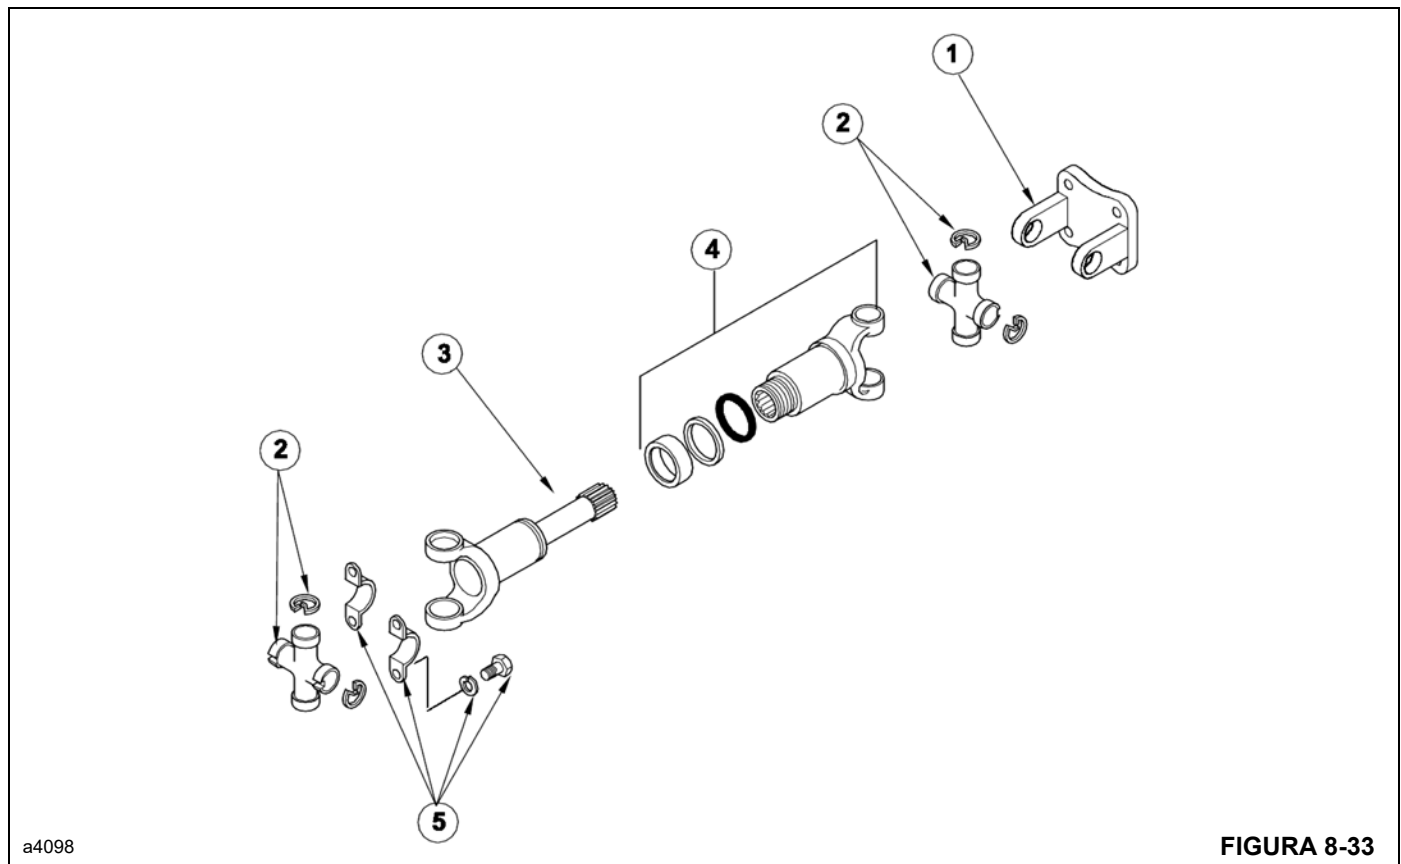

FIGURA 8-33
Las tiras retenedoras **5** (Figura 8-32 y Figura 8-33) se estiran con el uso, por lo tanto se deben reemplazar con tiras nuevas.
1. Quite los pernos, las arandelas de seguridad y las tiras de montaje **5** (Figura 8-33) de la transmisión.
1. Ponga la horquilla de brida **1** (Figura 8-32 y Figura 8-33) en un tornillo de banco. Usando alicates, retire los dos anillos elásticos de las tapas de cojinete de la horquilla de brida.
6. Aplique aceite SAE 140 a las estrías en la horquilla de manguito **3** (Figura 8-32 y Figura 8-33). Arme el conjunto de tapa guardapolvo en la horquilla de manguito. Deslice la horquilla de manguito en la horquilla deslizante **(4)**. Asegúrese que ambos extremos del eje impulsor estén en el mismo plano. Apriete el conjunto de tapa contra polvo.
1. Sujete la cruceta **2** (Figura 8-33) a la horquilla del eje trasero utilizando un juego de tiras nuevas **5**.